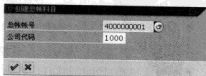

图 5-7 创建总账科目
STEP 4 单击“☒”按钮,屏幕显示如图 5-7 所示。在“总账账号”栏中输入需建立的科目编码,例如员工交通补贴费科目,其科目编码为 4000000001,然后选择所属“公司代码”,单击“☒”按钮即可完成创建。